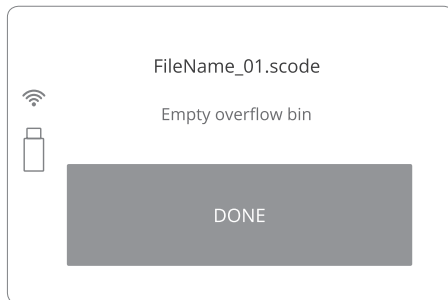

Abbildung 39. Bildschirm für das Reinigen der OVERFLOW BIN.
10. Entfernen Sie das ungesinterte Pulver aus der OVERFLOW BIN **9** (Abbildung 39).
12. Setzen Sie die OVERFLOW BIN wieder ein. Bestätigen Sie den Vorgang mit der Schaltfläche „DONE“ („ERLEDIGT“) (Abbildung 39).